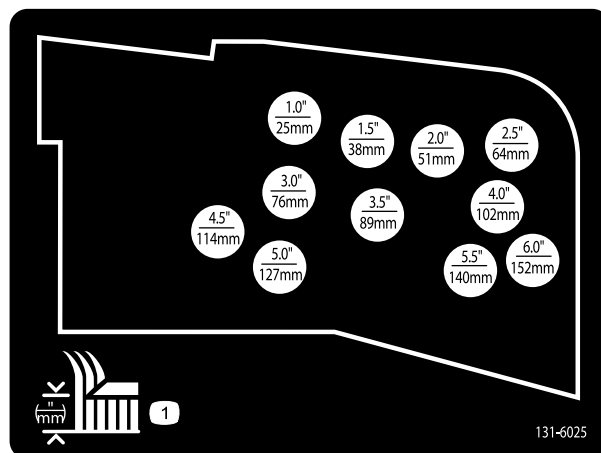

図 24
9. ヘアピンコッターとクレビスピンを使って、希望する刈高穴に、刈高チェーンを取り付ける 図 24。